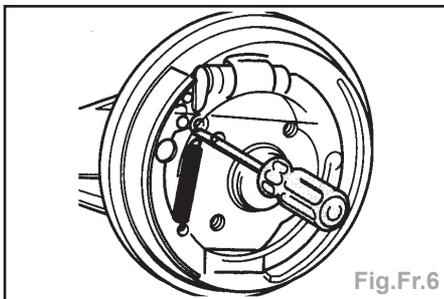

Fig.Fr.6
- Pour détendre le frein, repousser la clavette vers le haut à l'aide d'un tournevis passé à travers l'un des alésages des boulons de roue dans le tambour de frein (Fig.Fr.6).